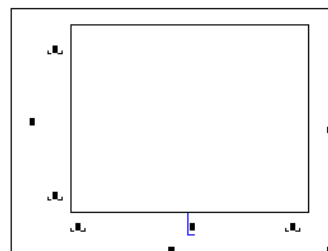

Рис. 4.2. Шаблон создания декартова графика
- щелкнуть по инструменту **График X-Y** или выбрать соответствующую команду в меню **Вставка (Insert)**. В документе появится заготовка диаграммы – прямоугольник с шаблонами для указания функции у левой и аргумента у нижней стороны соответственно (рис. 4.2);